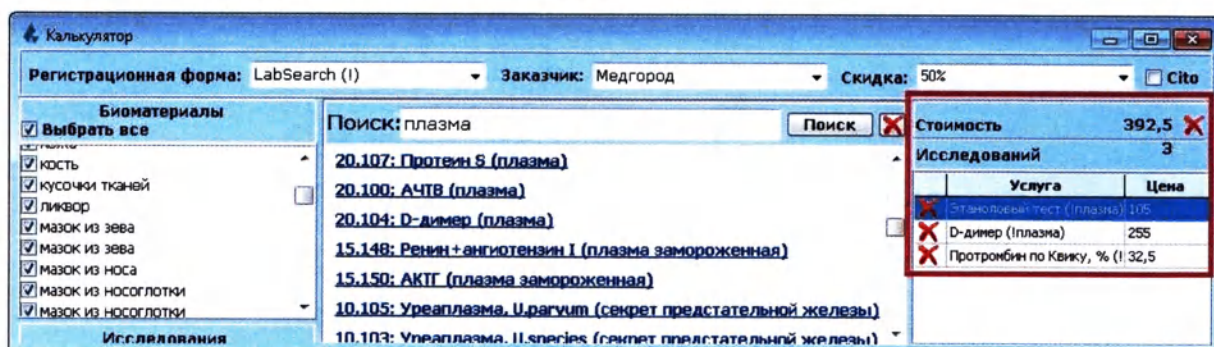

Рисунок 2.14
6. Список выбранных исследований с указанием их цены, суммарной стоимости исследований и количества выбранных исследований, располагается в правой части окна, как показано на рисунке ниже (Рисунок 2.14):